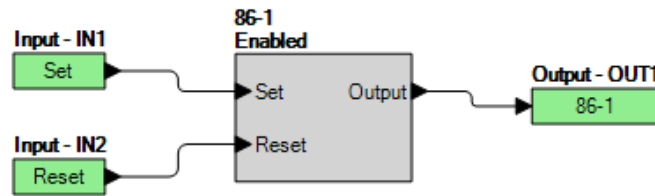

Figura 76-1. Ajustes de *BESTlogicPlus*
Paso 2: Utilice BESTCOMSPlus para configurar la Lógica programable de BESTlogicPlus, como se muestra en la Figura 76-1.